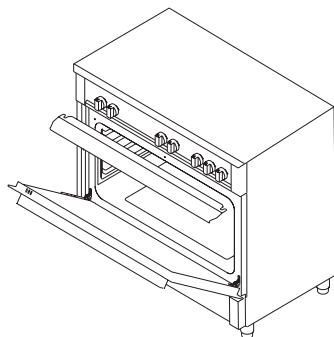

Рис. 27
3. Поместите защитную панель под панелью управления, открыв переднюю стеклянную крышку духовки. (рисунок 27)